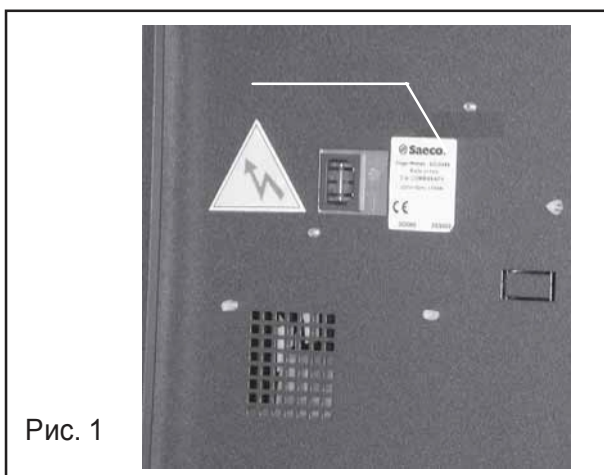

Рис. 1
- данные на Информационной таблице (рис. 1);
Потребляемая мощность	Смотрите информационную плату (рис. 1)
Напряжение	Смотрите информационную плату (рис. 1)
Частота	Смотрите информационную плату (рис. 1)